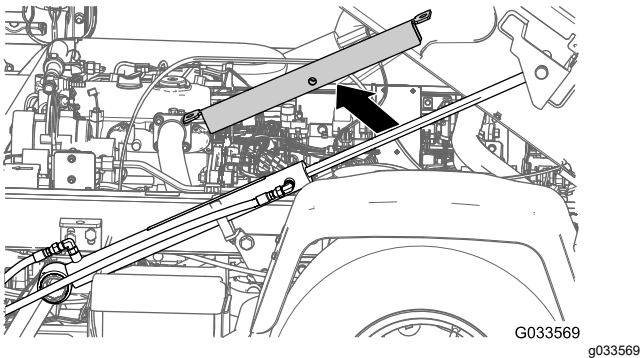
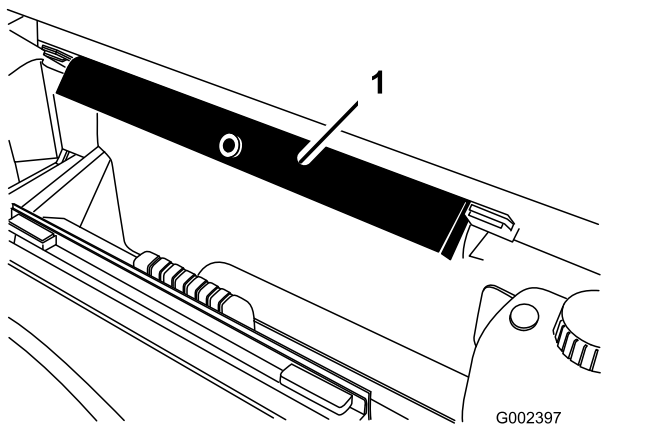

图 34
图 35
2. 从提升油缸上卸下货斗支架然后将其存放在ROPS 面板背面的存放支架中图 34和图 35。